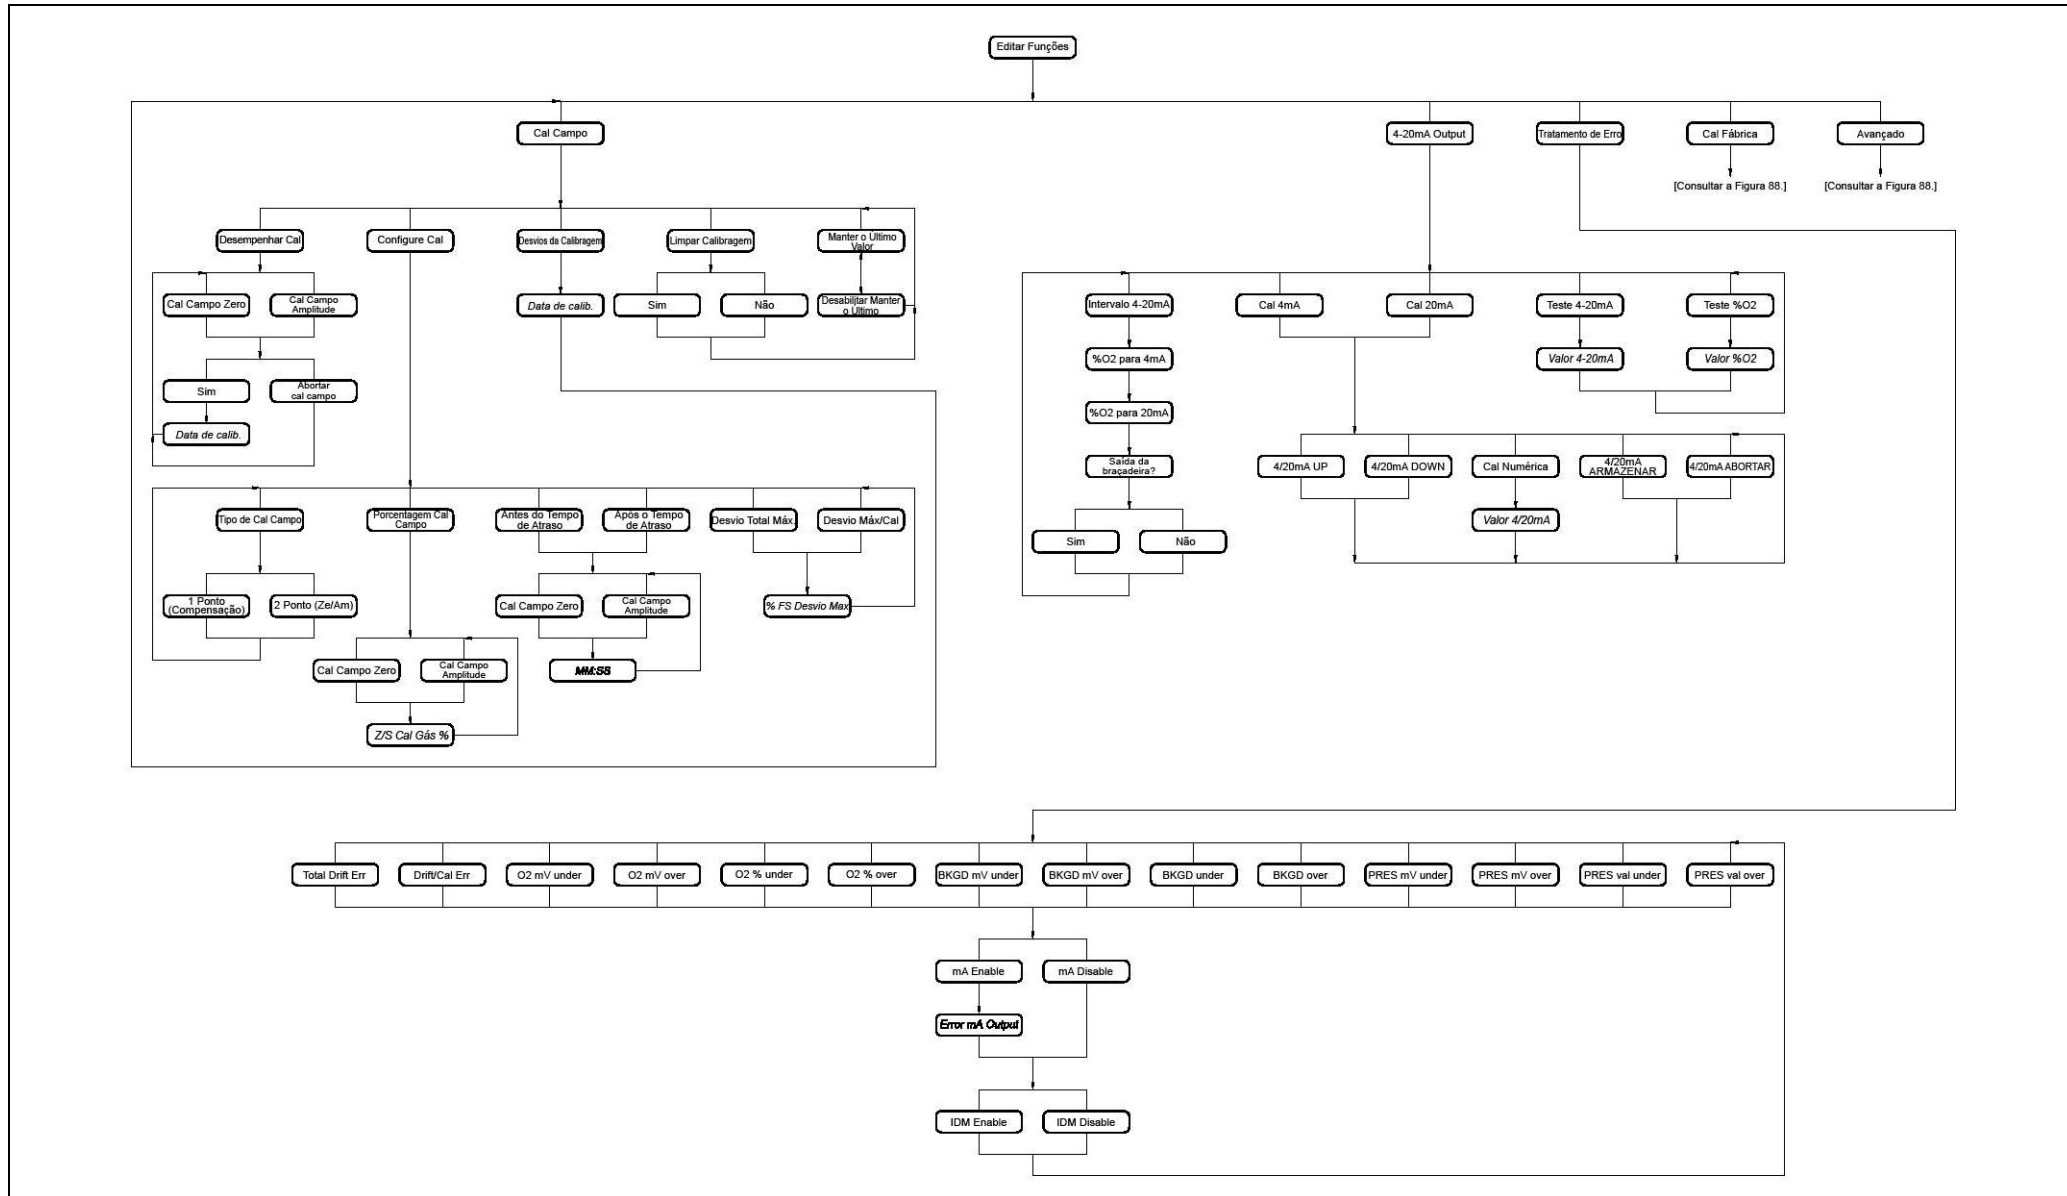
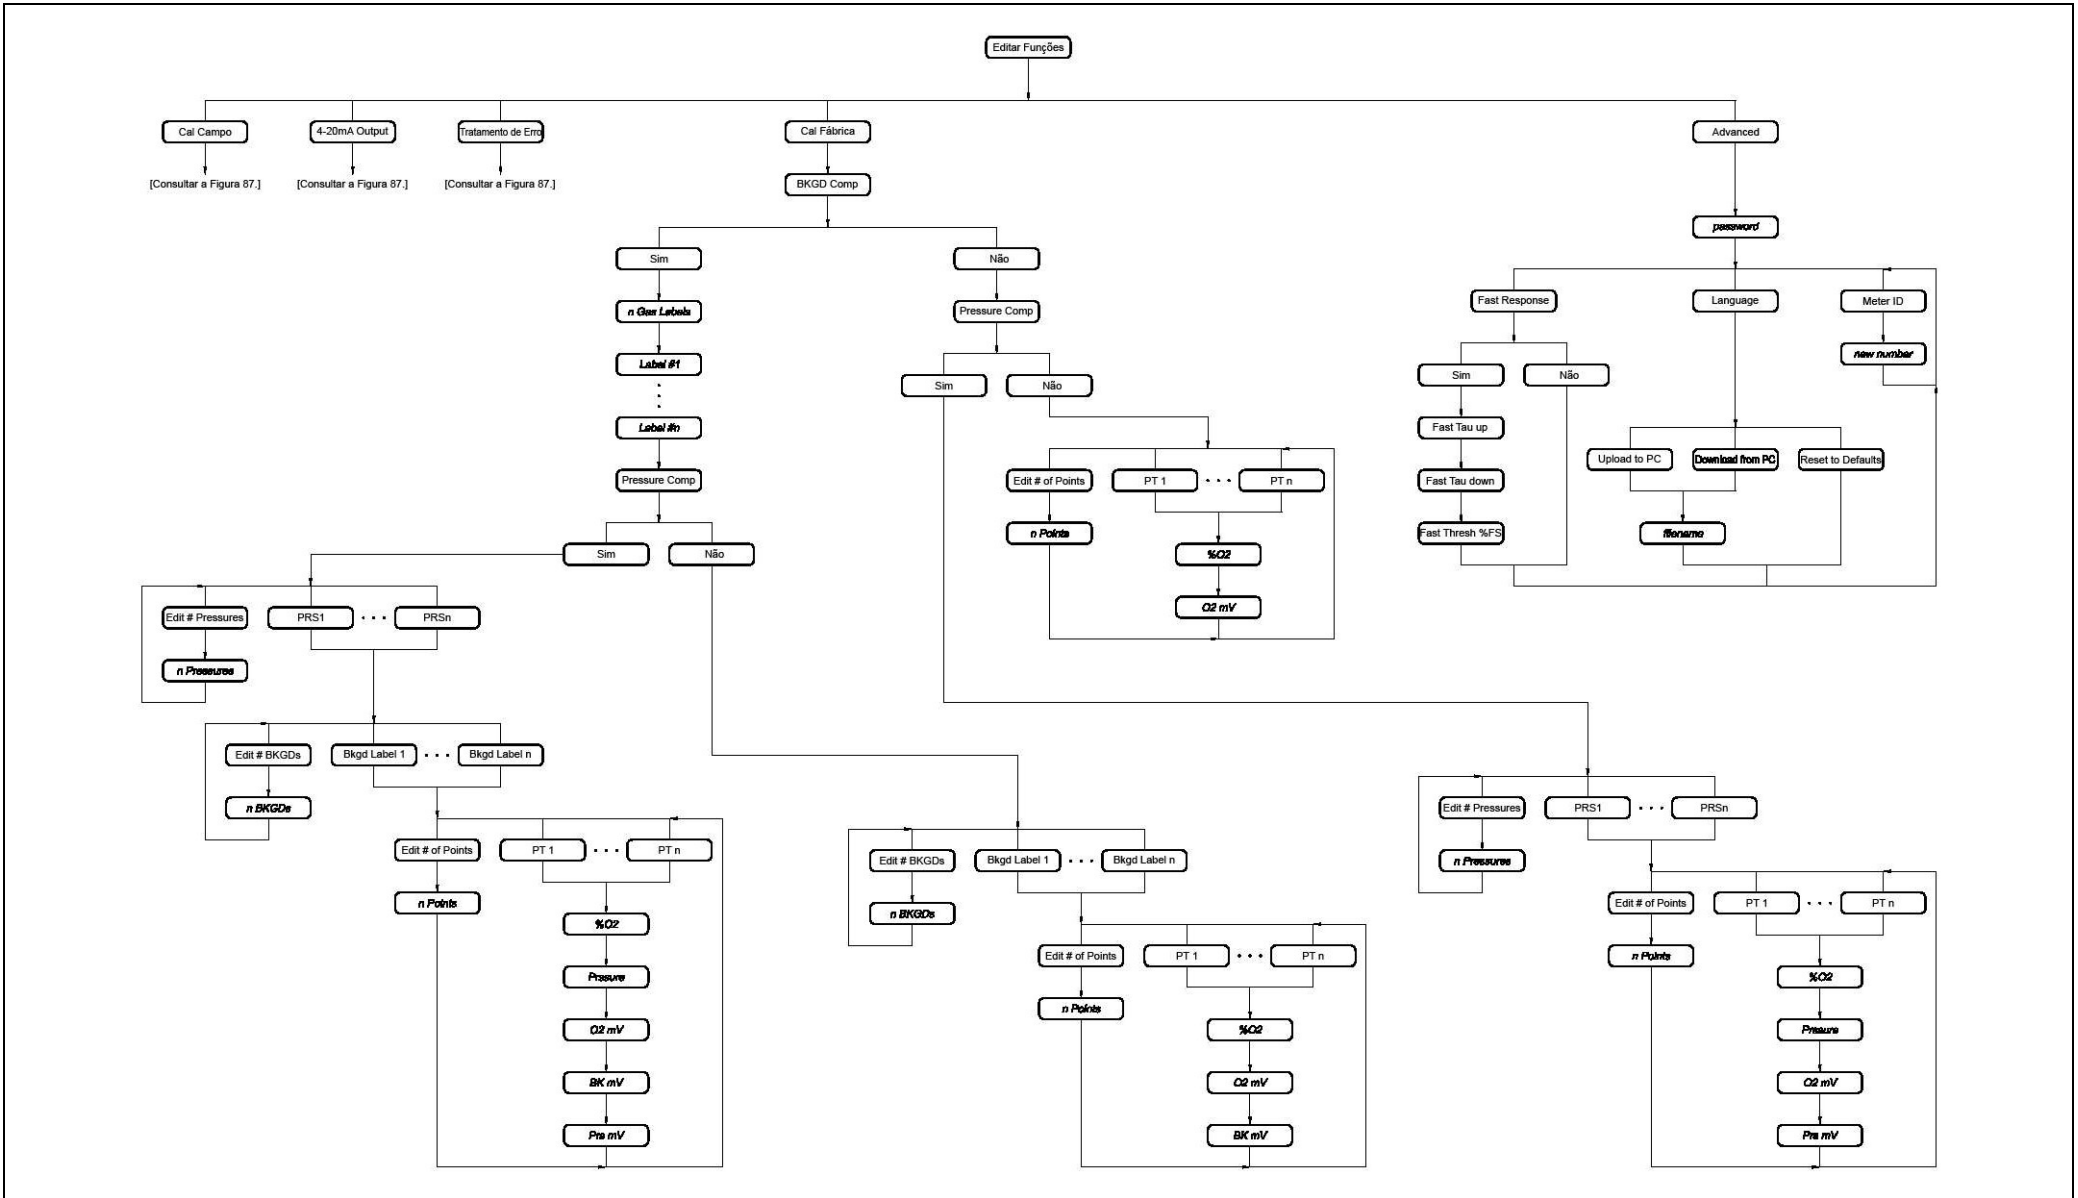

Figura 75: Cal de Campo, Saída 4-20 mA e Mapa do Menu de Tratamento de Erro
Figura 76: Cal de Fábrica e Mapa Avançado do Menu
- Figura 75, “Cal de Campo, Saída 4-20 mA e o Mapa do Menu de Tratamento de Erro,” na página 85
- Figura 76, “Cal de Fábrica e Mapa Avançado do Menu,” na página 88
- Da árvore do medidor, expandir a opção *Funções de Editar*. A janela agora aparece similar a *Figura 84* abaixo, com uma lista de menus disponíveis. Os cinco menus listados são aqueles disponíveis na interface de IDM, como discutido nos Capítulos 3 e 4. Consulte menu mapas em *Figura 75 na página 85* e *Figura 76 na página 86* como um guia para programação.